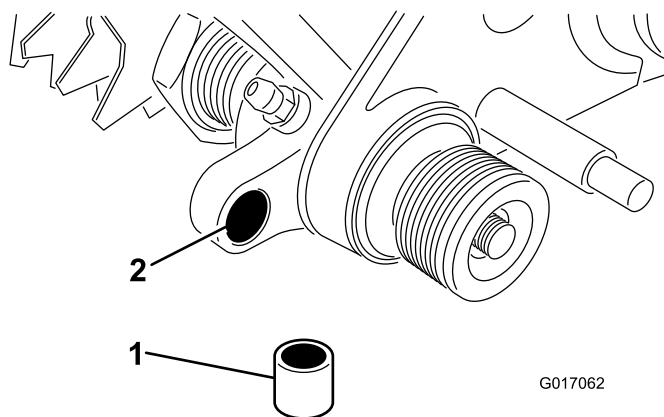

Figura 9
20. Insira um casquilho no furo do conjunto da transmissão do rastelo do lado esquerdo (Figura 9).